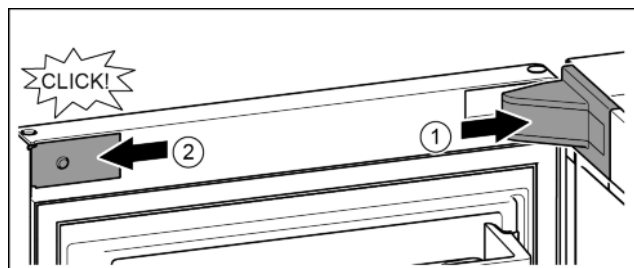

Fig. 17
- ▶ Applicare la copertura del blocco di supporto e inserirla a scatto, se necessario allontanarla con attenzione. Fig. 17 (1)
- ▶ Applicare la maschera lateralmente e inserirla a scatto. Fig. 17 (2)